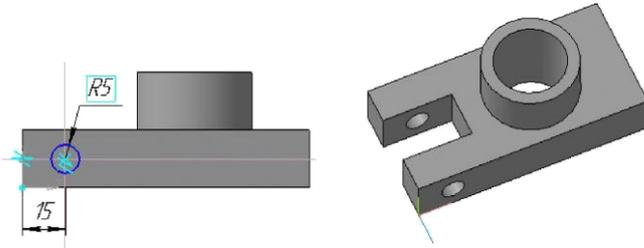

Рис. 12 Рис. 13
- щелчком ЛКМ укажите верхнюю грань (зеленая) для последующих построений (рис. 12);